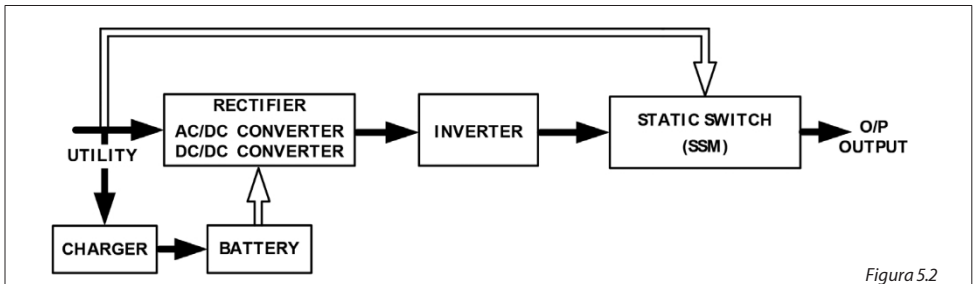

Figura 5.2
2. Când rețeaua revine la normal, ASI pornește convertizorul CA/CC, oprește convertizorul CC/CC și activează încărcătorul. Invertorul revine la starea reprezentată în figura 5.2
4. Invertorul va reporni automat când rețeaua va fi din nou disponibilă, așa cum se arată în figura 5.2.